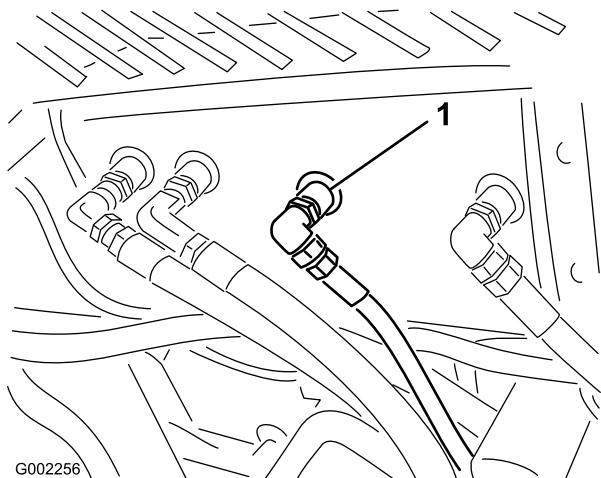

Figura 58
- Limpie la zona alrededor del acoplamiento de uno de los manguitos hidráulicos, en la parte inferior del depósito de aceite hidráulico (Figura 58).
- Retire el acoplamiento del manguito del depósito y deje fluir el aceite al recipiente (Figura 58).